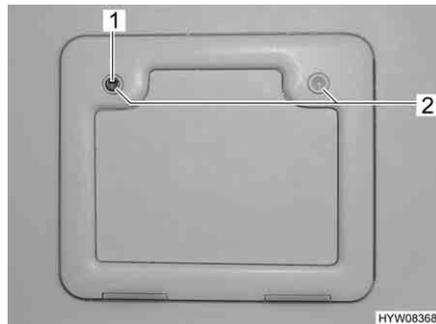

Fig. 10 Portillon extérieur pour cassette Thetford
- Insérer la clé dans le barillet du verrou à pression (Fig. 10,1) et la tourner d'un quart de tour.
- Appuyer du pouce et simultanément sur les deux verrous de pression (Fig. 10,2) et ouvrir le portillon extérieur.
- Insérer la clé dans le barillet (Fig. 10,1) et la tourner d'un quart de tour.